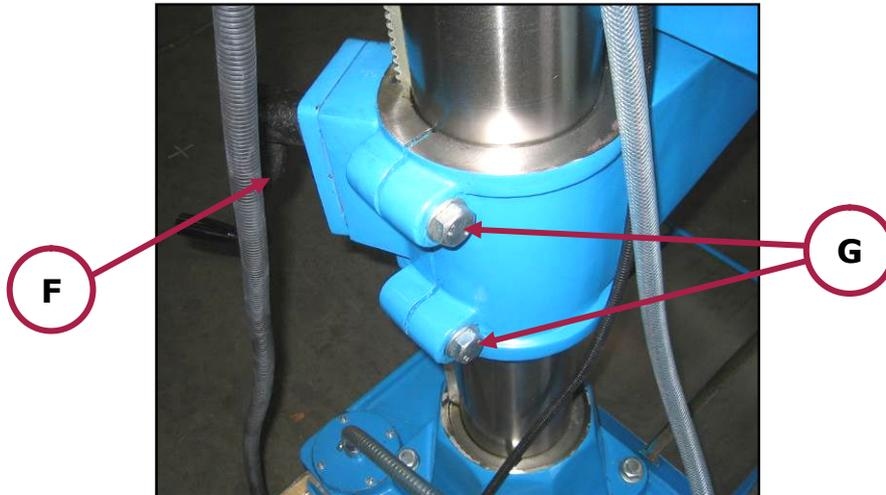

Figura 18 – Comandi di regolazione altezza tavola
- una manovella ubicata sul lato destro della tavola (rif. F in figura 18);
- due bulloni di bloccaggio ubicate sul lato sinistro della tavola (rif. G in figura 18).